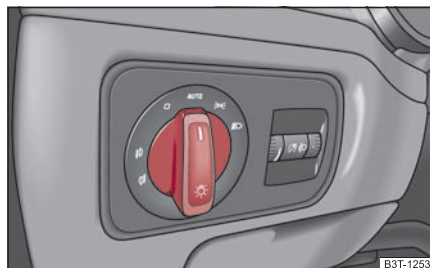

Fig. 56 Tabloul de bord: întrerupătorul de lumină
- Rotiți întrerupătorul ⇒ fig. 56 în poziția **AUTO**.
- Rotiți întrerupătorul ⇒ pagina 60, fig. 56 în poziția **AUTO**.